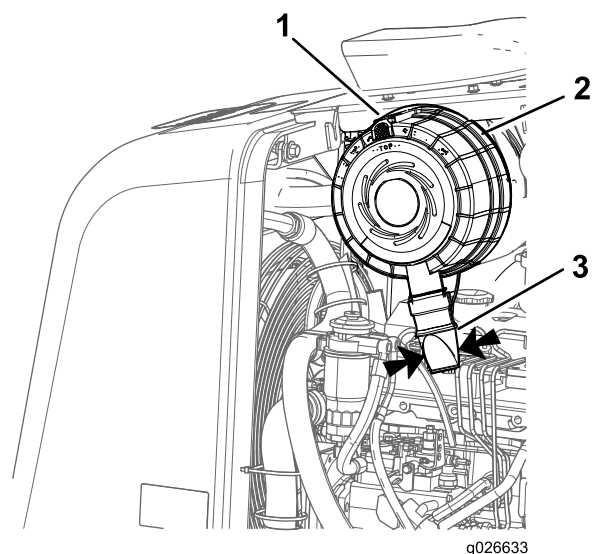

Figura 45
Esercitate pressione sui lati della valvola antipolvere per rilasciare tutta l'acqua, la polvere o lo sporco raccolti dalla valvola (Figura 45).
2. Tirate verso l'esterno il fermo della copertura del filtro dell'aria (Figura 45).
3. Ruotate la copertura del filtro in senso orario in modo che lo scodellino parapolvere si trovi nella posizione delle ore 8 dell'orologio (Figura 45).
4. Premete verso l'interno il fermo della copertura del filtro dell'aria fino a che questa è completamente al suo posto (Figura 45).